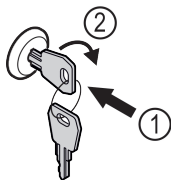

Fig. 122
- ▶ Sleutel erin duwen. Fig. 122 (1)
- ▶ Sleutel 90° rechtsom draaien. Fig. 122 (2)